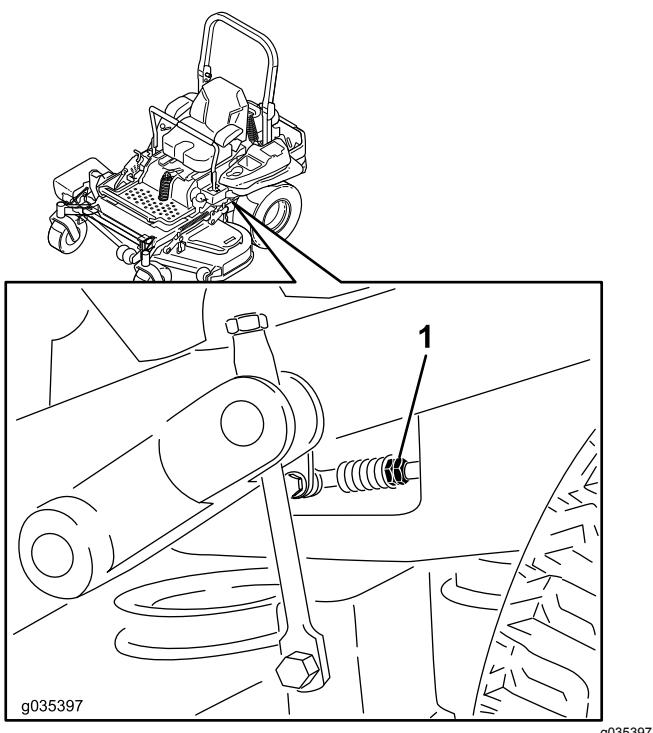

Figura 89
9. Regolate la lunghezza dell'asta di comando della pompa ruotando i doppi dadi sull'asta nella direzione opportuna fino a quando le ruote non procedono leggermente in retromarcia (Figura 89).